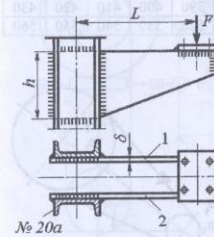

Рис. 32
1. Определить размеры h и δ листов 1 и 2, прикреплённых к швеллерам № 20а колонны (рис. 32), и рассчитать сварные швы их по данным табл. 32.